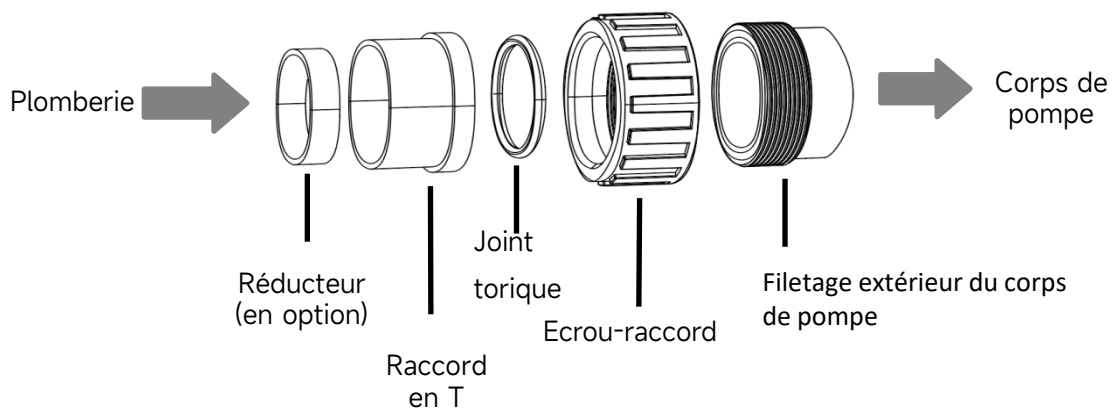

Figure 3 - Union Kit
3. Utilisez le kit de raccord fourni par le fabricant de la pompe (voir figure 3). N' utilisez pas d' autres raccords pour connecter l' entrée/sortie de la pompe, car ils pourraient être incompatibles et endommager le corps de la pompe.